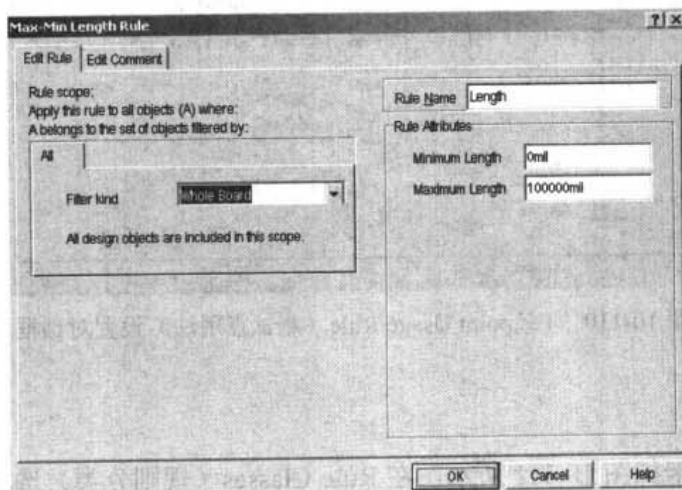

图 10-113 设置网络走线长度范围
- **Length Constraint:** 该规则用于设置网络走线的长度范围。其设置对话框，如图 10-113 所示。在 Maximum Length 和 Minimum Length 处，可分别输入最大值和最小值。